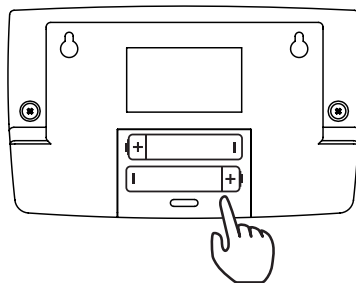
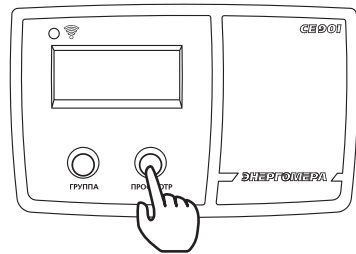

Рисунок 1
Рисунок 2
2.3 Вставьте в батарейный отсек устройства две батарейки «АА» (рисунок 1). На устройстве предусмотрены 2 кнопки (рисунок 2). Для управления используйте кнопку «ПРОСМОТР».